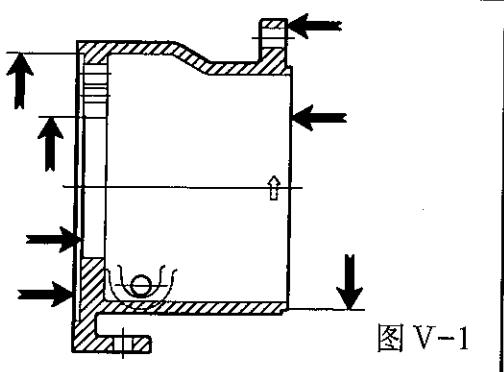

图 V-1
1. 用眼检查C型面连接架(340)是否开裂，检查表面是否锈蚀划伤或有碎屑，清除所有松散物或异物（图 V-1）。